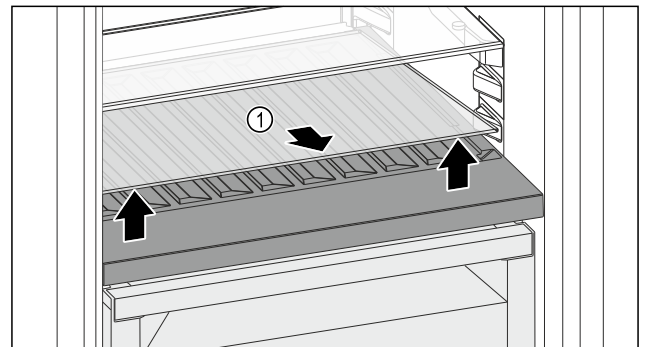

Fig. 210
- ▶ Glasplatte Fig. 210 (1) an der Aussparung vorne anheben und herausnehmen.
- ▶ Glasplatte Fig. 210 (1) außerhalb des Geräts sicher aufbewahren.
- ▶ Glasplatte (2) unter der variablen Flaschenablage einlegen.